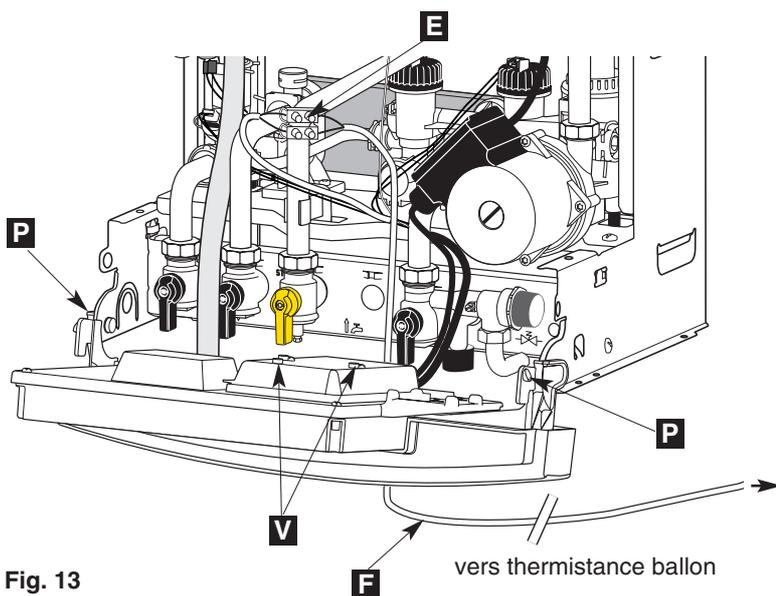

Fig. 13
- dévisser les deux vis **V** (fig.13) de fixation du capot de protection, ôter le capot.
- raccorder le câble **F** de la thermistance du ballon sur le domino **E** fixé sur le tube gaz (fig. 13).